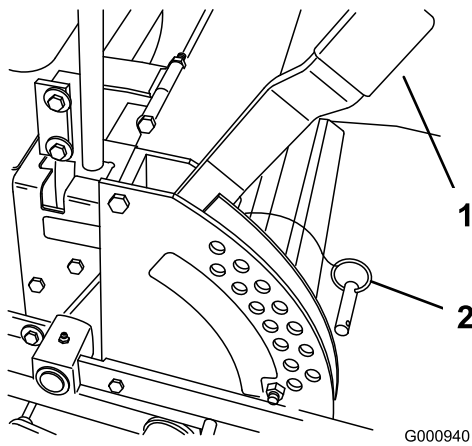

Figura 17
1. Levante la palanca de ajuste de la altura de corte a la posición de transporte (que es también la posición de altura de corte de 127 mm [5 pulg.]) (Figura 17).
2. Para ajustarla, retire el pasador del soporte de altura de corte (Figura 17).
3. Seleccione un taladro del soporte de altura de corte que corresponda a la altura de corte deseada, e inserte el pasador (Figura 17).